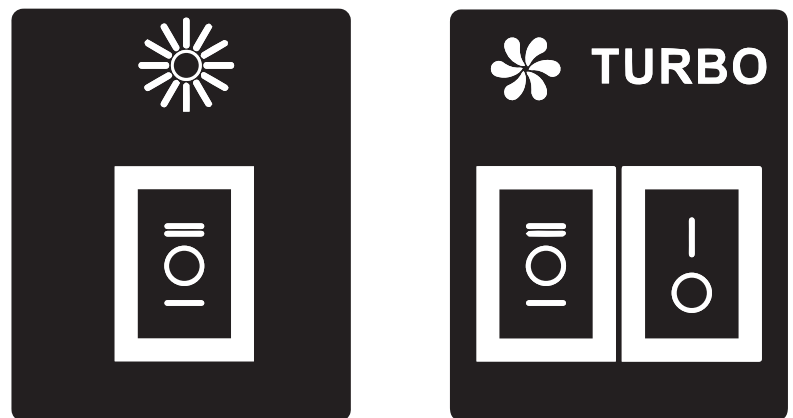

Рис.5
**7.3** На боковинах корпусу розміщений механічний перемикач режимів роботи і включення ламп освітлення (рис.5):